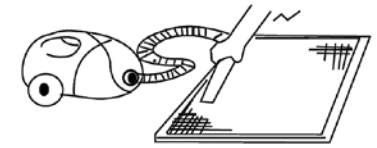

Рис. 1
1. Извлеките фильтр из пеленума кондиционера через сервисное отверстие, отжав защелки. Рис. 1.
2. Очистите фильтр с помощью пылесоса. Если фильтр сильно загрязнен, сполосните его водой. Рис. 1, 2.